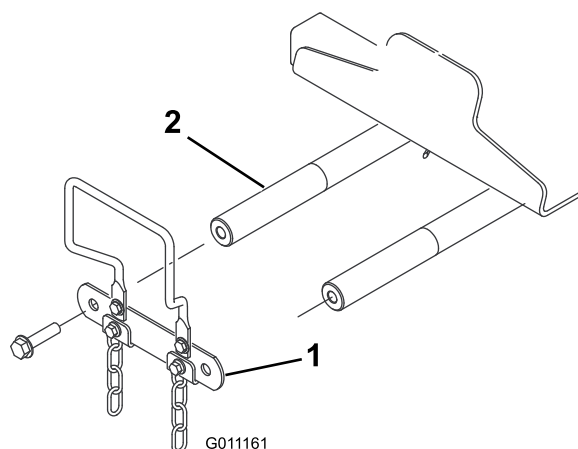

Figura 13
1. Retire os 2 parafusos que fixam a ligação do veio da articulação do braço de elevação aos veios da articulação do braço de elevação e retire e guarde a ligação do veio da articulação e os parafusos (Figura 13).